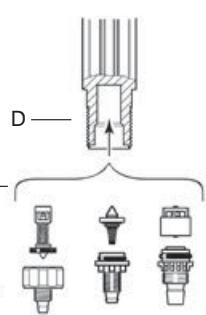

Рис. 17
- Потяните вниз для высвобождения узла всасывающего клапана (Рис. 17).
- Обильно промойте различные детали чистой водой и установите их на место (Рис. 17).
- Установите клапан на место (Рис. 17-Р) в корпус дозатора (Рис. 17-Д) и протолкните его до упора.